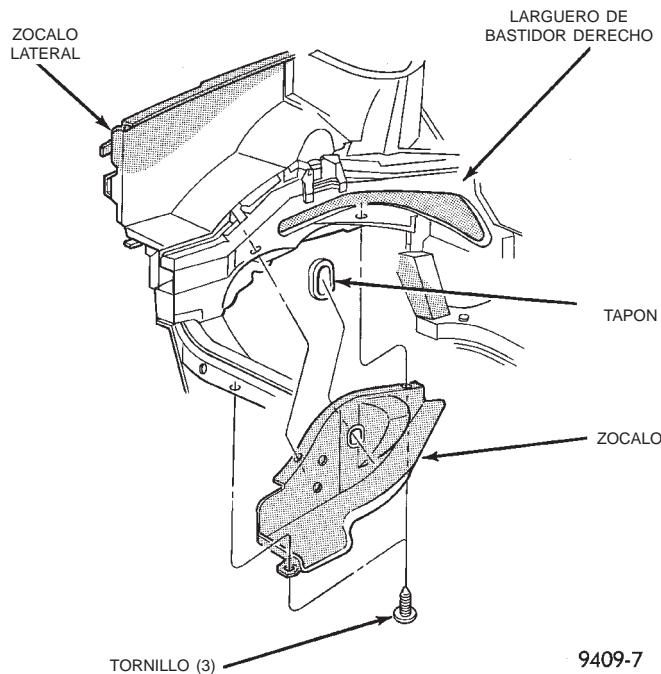

Fig. 98 Zócalo interno derecho
(1) Retire las correas de transmisión de accesorios. Para informarse sobre el procedimiento descrito en esta sección, consulte el Grupo 7, Sistema de refrigeración.
(2) Eleve el vehículo sobre un elevador y retire el zócalo interno derecho (Fig. 98).